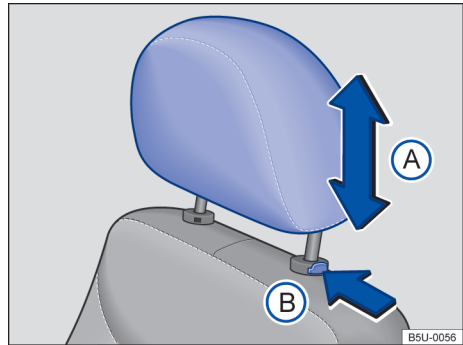

Fig. 68 Apoio para cabeça dianteiro: desinstalar.
- Pressionar o botão → **Fig. 68**  no sentido da seta. Retirar o apoio para cabeça com a tecla pressionada.
- Empurrar o apoio para a cabeça totalmente para baixo com o botão → Fig. 68 (B) pressionado.